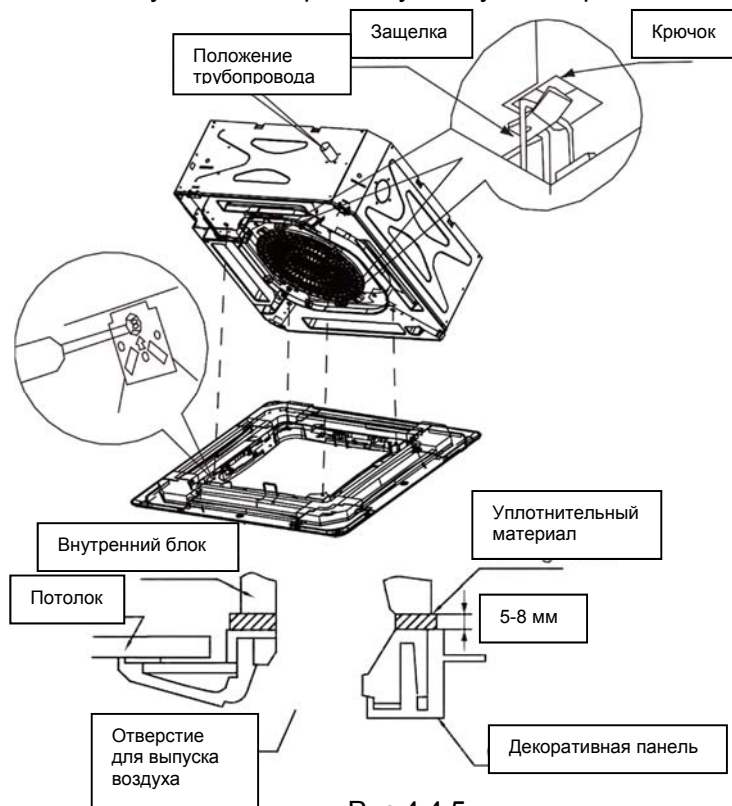

Рис.4.4.5
- (2) Временно повесьте панель на корпус (четыре ушка расположены на каждом углу панели, подвесьте ушки на соответствующие крючки на корпусе), как показано на Рис.4.4.5.
- (3) Отсоедините решетку воздухозаборника от панели, подключите проводку приемника сигнала. Следите, чтобы соединительный провод не застрял в середине корпуса и панели, поскольку это может вызвать утечку воздуха и привести к падению уровня конденсата.
- (4) Затяните 4 винта в каждом углу панели, надежно закрепите панель на корпусе.
- (5) После затяжки винтов установите решетку воздухозаборника на место.